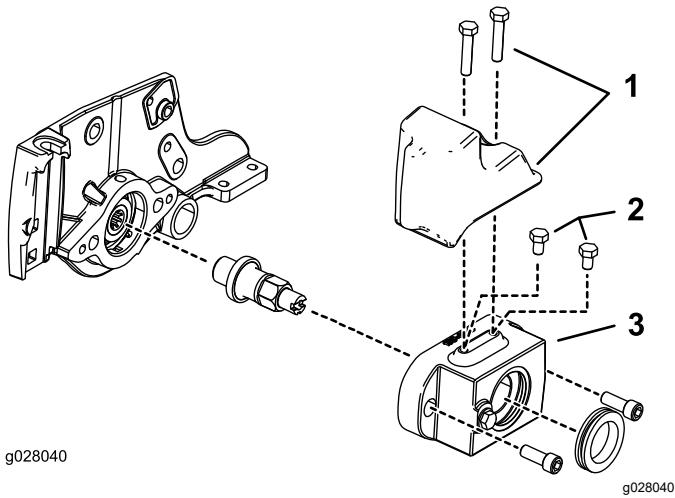

Figure 5
- Moteurs de cylindre hydraulique de 13 cm : placez 2 boulons (5/16"-18 x 1 $\frac{1}{2}$ ") en haut du carter de brosse de rouleau (Figure 5).
- Moteurs de cylindre électrique de 13 cm : montez le kit masse d'extrémité en haut du carter de brosse de rouleau à l'aide de 2 boulons (5/16"-18 x 1 $\frac{1}{2}$ ") ; voir Figure 5.